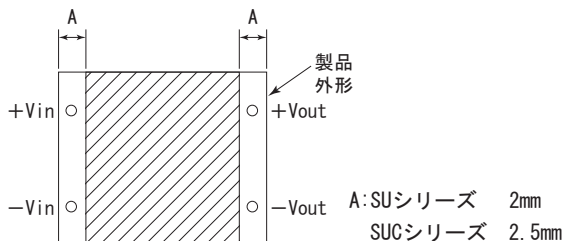

図6.1 SU/SUCパターン配線禁止エリア
- 電源取付基板の電源を実装する面で、絶縁不良を起こす恐れがありますので、図6.1、6.2の斜線部へのパターン配線等はお避けください。